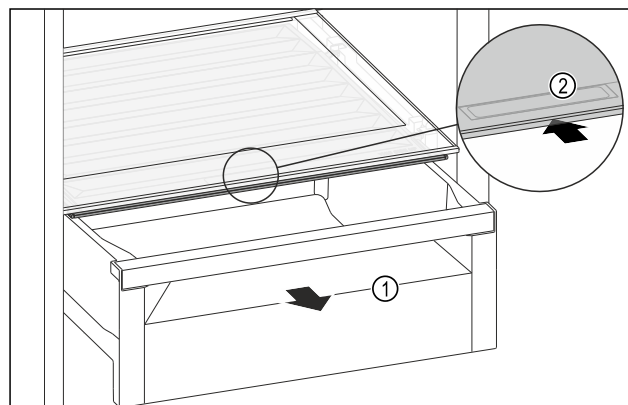

Fig. 111
- Extraer el compartimento Fig. 111 (1).
- Agarrar el tirador empotrado Fig. 111 (2) en la tapa del compartimento y tirar de la tapa del compartimento hacia atrás al mismo tiempo.